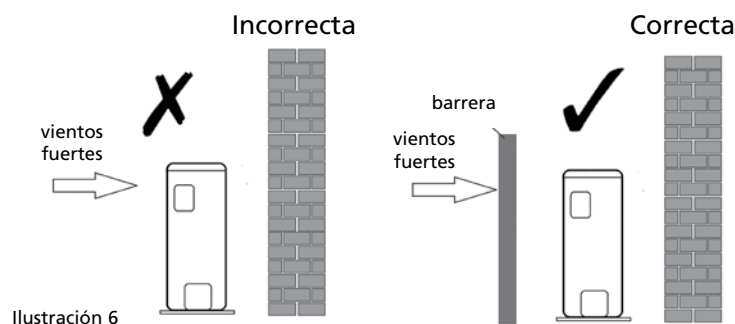

Ilustración 6
- En caso de que el lugar de instalación esté expuesto a vientos fuertes, como en la costa, asegúrese de que el ventilador funcione adecuadamente instalando la unidad longitudinalmente a lo largo de la pared o utilizando un panel protector. Véase la imagen 6.